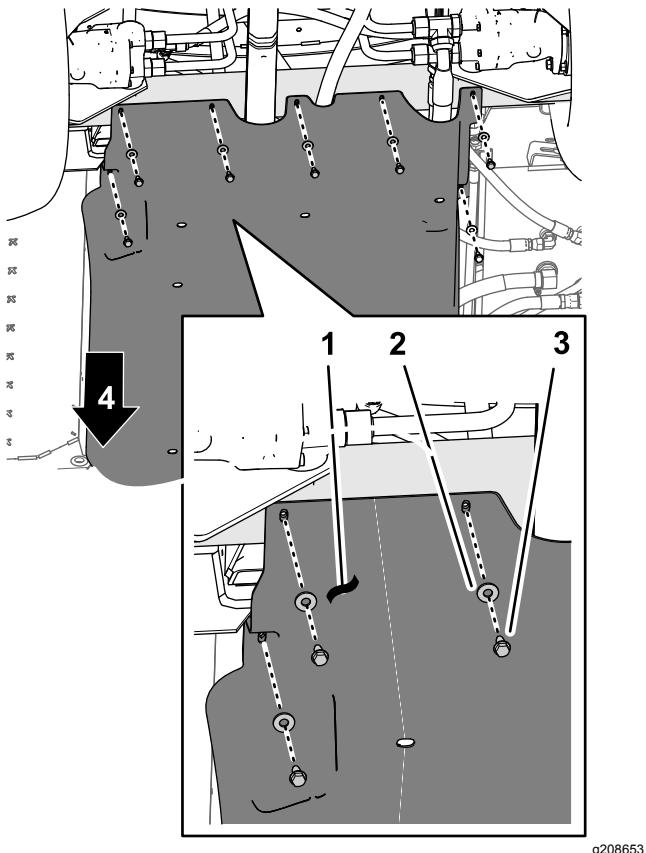

Bild 180
4. Fluchten Sie die Löcher im hinteren Teil der Fahrwerkabdeckung mit den Löchern im Chassis aus (Bild 180).
5. Befestigen Sie den hinteren Teil der Fahrwerkabdeckung mit den sieben Bundkopschrauben (5/16" x 7/8") und sieben Scheiben (5/16"), die Sie in Schritt 1 in 12 Entfernen der optionalen Fahrwerkabdeckung (Seite 26) entfernt haben, am Chassis (Bild 180).